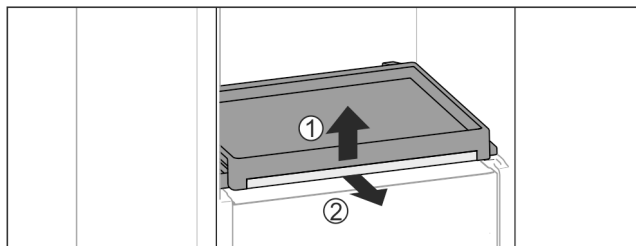

Fig. 95
- ▶ Scoateți raftul extractibil cu placa de sticlă: Ridicați ușor placa de sticlă în față Fig. 95 (1) și extrageți-o spre înainte Fig. 95 (2).